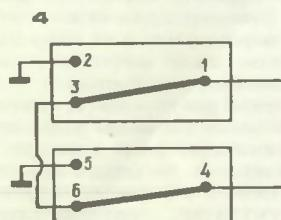

Рис. 4. Коммутация цепей в микропереключателях при пуске двигателя.
**Вариант В. Марченко.** Вместо тумблера применяем два концевых микропереключателя МП-1, собранных в один блок. Отсоединенные от «массы» генератора выводы обмоток зажигания и освещения подключаем к клеммам 1 и 4 (рис. 3). При отпущеных кнопках переключателей цепи соединены «нормально», а при нажатых — обмотки освещения и зажигания соединяются последовательно (рис. 4).